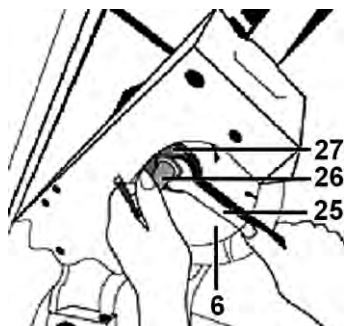

Рисунок 8
- Заблокировав наружный фланец фиксации пильного диска 27 (рисунок 8) ключом 25, отверните болт крепления пильного диска 26 шестигранным ключом по часовой стрелке (левая резьба).